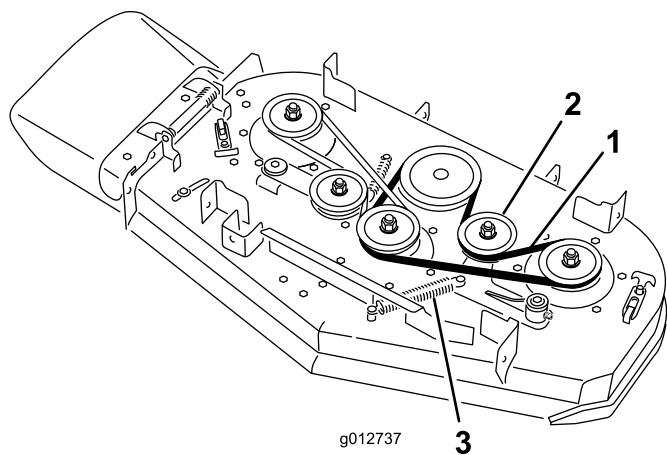

Figure 64
- Décrochez le ressort de la poulie de tension du châssis (Figure 64).